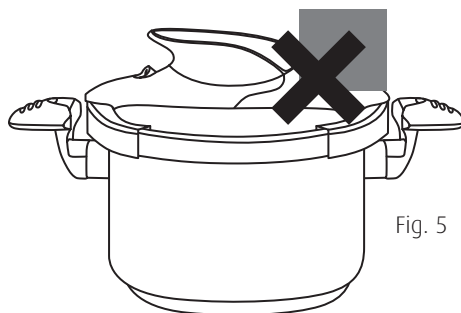

Fig. 5
13. Está prohibido poner cualquier cosa sobre la válvula reguladora de presión (Fig. 5).